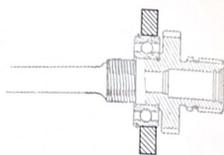

Fig. 3.13.—Utilización del útil (anillo) 3151-T para extraer el rodamiento del eje de entrada.
b) Retirar el rodamiento (42) del eje de entrada bajo presión. Para ello montar el clip (24) en la garganta del rodamiento; colocar el conjunto de modo que el clip apoye sobre el útil 3151-T (fig. 3.13) y sacar el eje del rodamiento.
c) Retirar el clip (24) con una pinza separadora.